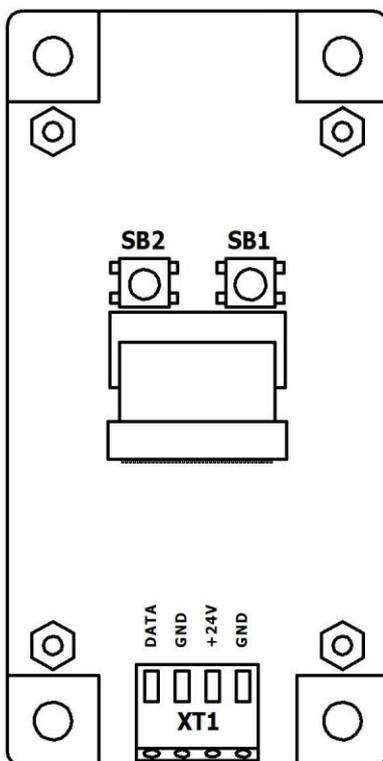

Рис.1. Расположение разъемов
7.2 Выполнить подключение разъема XT1 согласно таблице 1. Расположение разъема показано на рис.1.